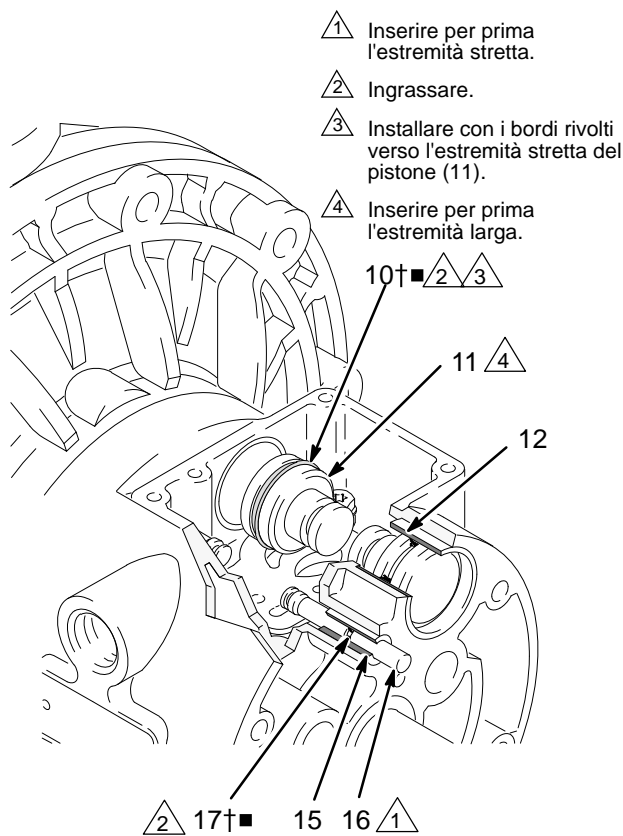

FIG. 8
4. Estrarre i due pistoni (11) dell'attuatore dai cuscinetti (12). Rimuovere le guarnizioni a U (10) dai pistoni. Estrarre i perni di guida (16) dai cuscinetti (15). Rimuovere gli O-ring (17) dai perni di guida. Vedere: FIG. 8.
6. Ispezionare i cuscinetti (12, 15) che si trovano in posizione. Vedere: FIG. 8. I cuscinetti sono conici e, se danneggiati, devono essere rimossi dall'esterno. Per fare ciò, è necessario smontare la sezione del fluido. Vedere pagina 22.
4. Montare un O-ring (17 \uparrow ■) su ciascun perno di guida (16). Ingrassare i perni e gli O-ring. Montare i perni nei cuscinetti (15), inserendo per primo il lato **stretto**. Vedere: FIG. 8.
5. Installare una guarnizione a U (10 \uparrow ■) su ciascun pistone degli attuatori (11), in modo che i bordi delle guarnizioni si trovino di fronte alla parte **ristretta** dei pistoni. Vedere: FIG. 8.
6. Lubrificare le guarnizioni a U (10 \uparrow ■) e i pistoni dell'attuatore (11). Montare i pistoni dell'attuatore nei cuscinetti (12), inserendo per primo il lato **largo**. Lasciare l'estremità stretta dei pistoni esposta. Vedere: FIG. 8.